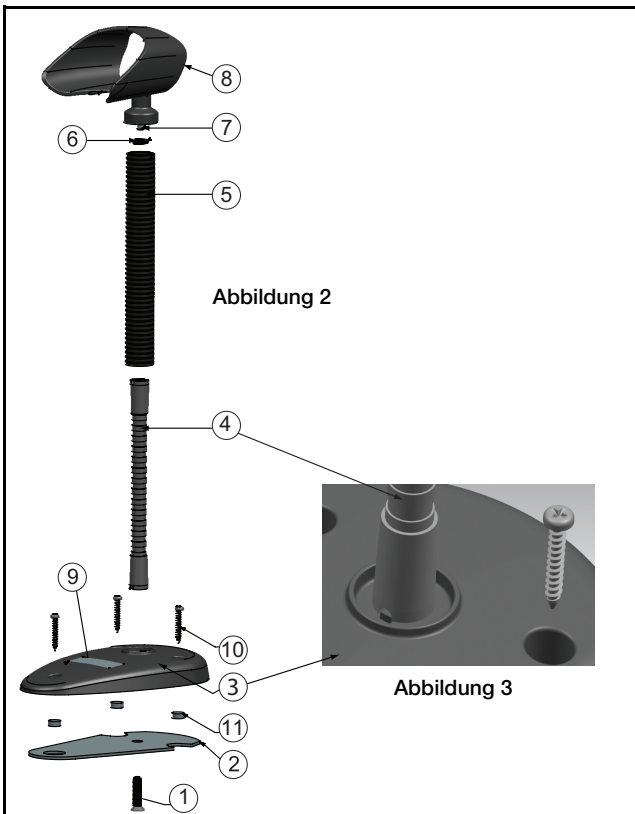
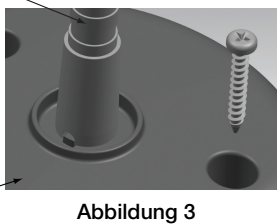

Abbildung 2
Abbildung 3
Hinweis: Alle Zahlen wie z.B. (2) beziehen sich auf die Abbildung 2. Gehen Sie wie folgt vor um die Halterung zu montieren:
1. Stecken Sie die Metallplatte (2) in den Standfuß (3) so dass dass der Standfuß in der dafür vorgesehenen Vertiefungen der Metallplatte sitzt.
2. Stecken Sie die Senkschraube (1) von unten durch die Metallplatte und verschrauben Sie die Metallplatte mit dem Standfuß.
3. Stecken Sie das flexible Rohr (4) in die Vertiefung oben im Standfuß. Beachten Sie, dass sich Nut am flexiblen Rohr in die Ausbuchtung im Standfuß einrastet, wie in Abbildung 3 zu sehen einfügt. Ziehen Sie danach die Schraube fest.
4. Schieben Sie die Tülle (5) über das flexible Rohr.
5. Schieben die elastische Unterlegscheibe (6) über den Gewindestift (7) unten am Readerhalter(8).
8. Kleben Sie das passende Barcodelabel für die Bedienung des Handheld Readers in die Vertiefung (9) am Standfuß